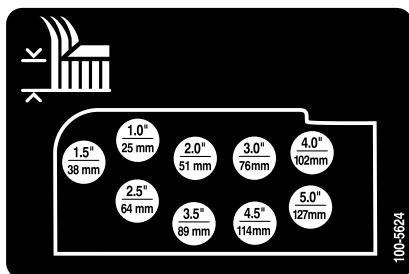

Figure 20
6. Montez les chaînes de hauteur de coupe dans le trou correspondant à la hauteur de coupe voulue (Figure 20) à l'aide de l'axe de chape et de la goupille fendue.